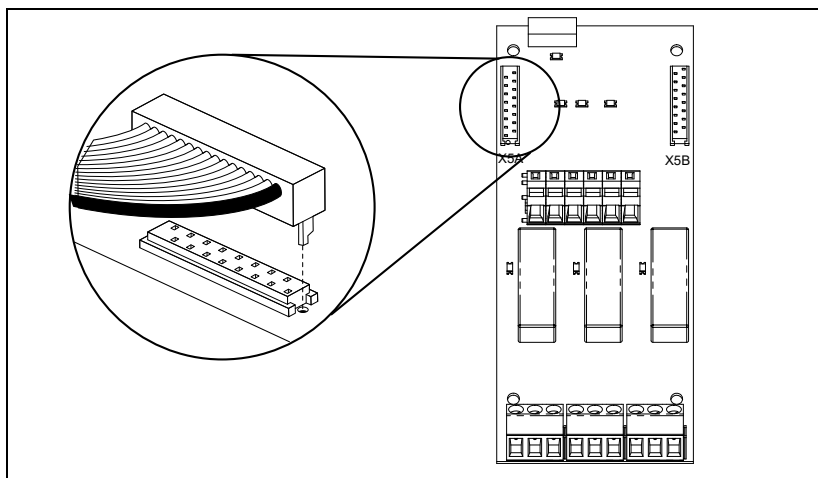

Рис. 18 Подключение шлейфа к гнезду X5A на плате расширения.
1. Подключите 16-проводной шлейф (32 мм) к гнезду X5A на плате расширения согласно Рис.18.